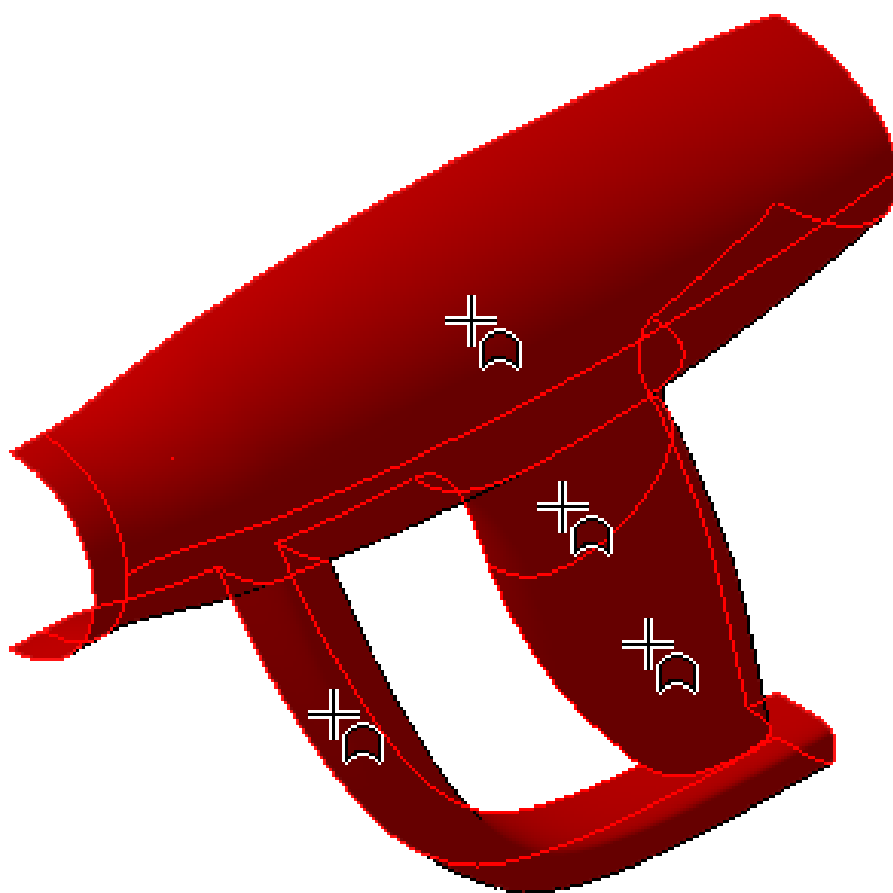

Рисунок 71
- Укажите поверхности Корпуса, Наконечника, Гарды и поверхности сопряжения (рис.71).